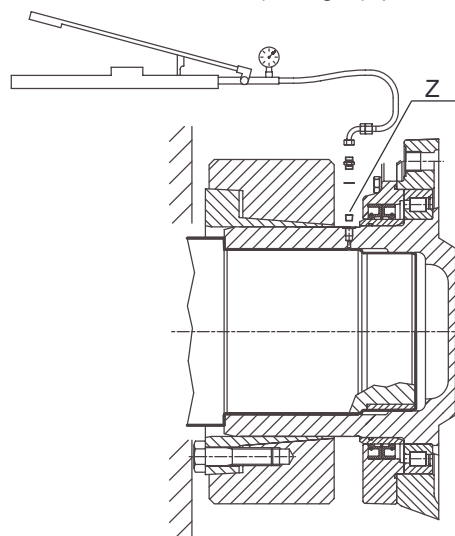

Fig. 4
- Faire coulisser le joint axialement pour libérer et enlever le bouchon “Z” (voir fig. 4), puis utiliser l'orifice